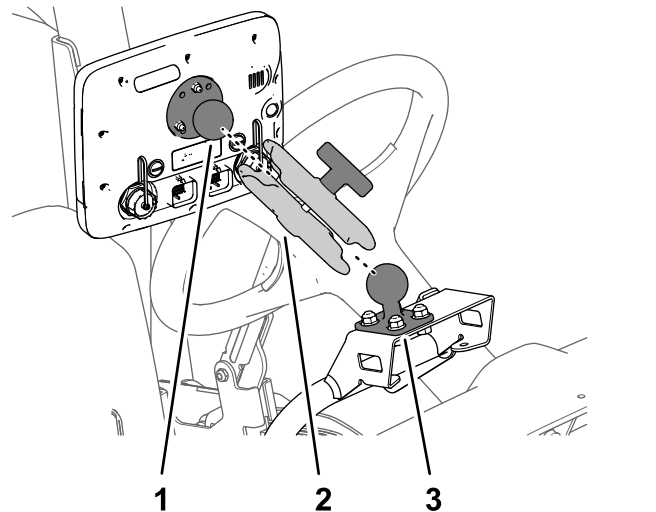

Figura 164
- Montate il raccordo a sfera del monitor e il supporto a sfera della macchina sul braccio del monitor (**Figura 164**).
- Regolate il monitor in modo che sia visualizzabile dalla posizione dell'operatore della macchina e serrate la manopola del braccio del monitor manualmente (**Figura 164**).